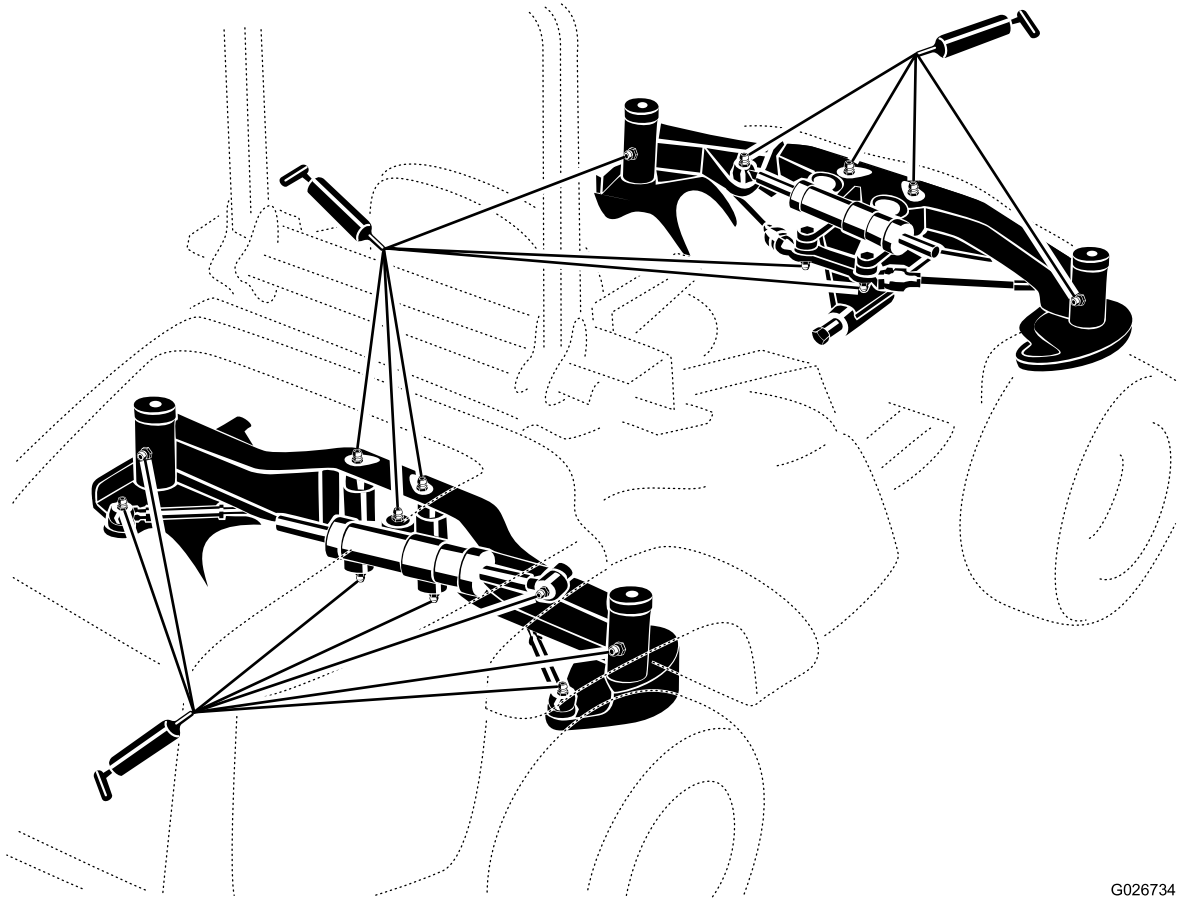

Figura 66
1. Limpie los engrasadores para evitar que penetre materia extraña en el cojinete o casquillo (Figura 66).
distribuirse mejor por los casquillos superiores e inferiores de los pivotes de dirección. Debe observar grasa rezumando tanto por la parte superior como por la parte inferior del conjunto de eje/casquillo de los 4 pivotes de dirección (Figura 66).